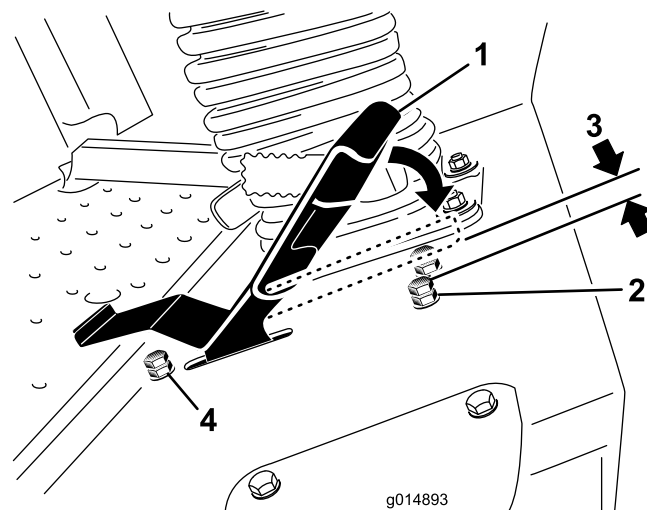

**Figure 49**
- Si la roue arrière gauche tourne, desserrez les écrous de blocage sur la tige de commande de transmission gauche (Figure 49).